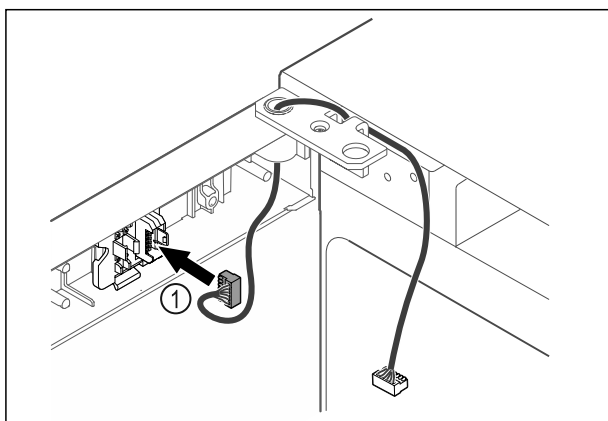

Fig. 45
- ▶ Zasuňte zástrčku Fig. 45 (1) do držáku zástrčky.